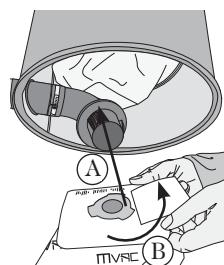

figura 15
4. Inserte la bolsa hasta el manguito de retención para garantizar la estanquidad. (**figura 15-A**)
Girar la bolsa a 20° (**figura 15- A**) asegurándose de que las muescas de la bolsa ya no están alineadas con las puntas del adaptador.